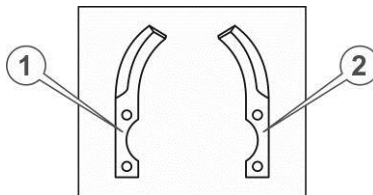

Рисунок 6. Ножи ґрунтофрези
2. Взяти з комплекту ґрунтофрези по одному лівому і правому ножу (див. рис. 6.)
3. Прикласти ножі (наприклад поз. 1 та поз. 2 див. рис. 6 .) до кріпильного квадрата маточини уздовж двох суміжних сторін цього квадрата таким чином, щоб квадрат опинився всередині загинів ножів, загострені частини ножів були направлені в напрямку обертання (як зазначено